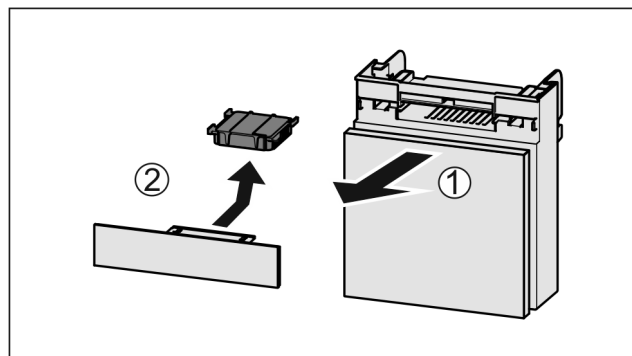

Fig. 99
- ▶ Extrageți Fig. 99 (1) compartimentul către înainte.
- ▶ Scoateți Fig. 99 (2) filtrul de cărbune activ.